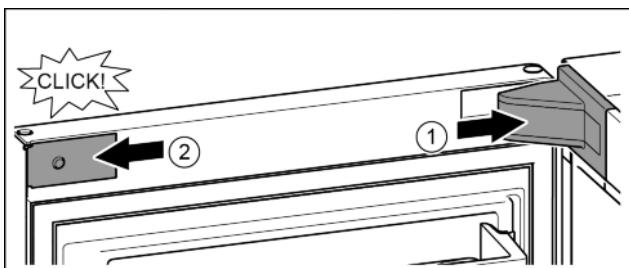

Fig. 25
- Stavite pokrov podloška ležaja i pustite ga da uskoči, po potrebi ga oprezno razdvojite. Fig. 25 (1)
- Postavite masku bočno i pustite da uskoči. Fig. 25 (2)